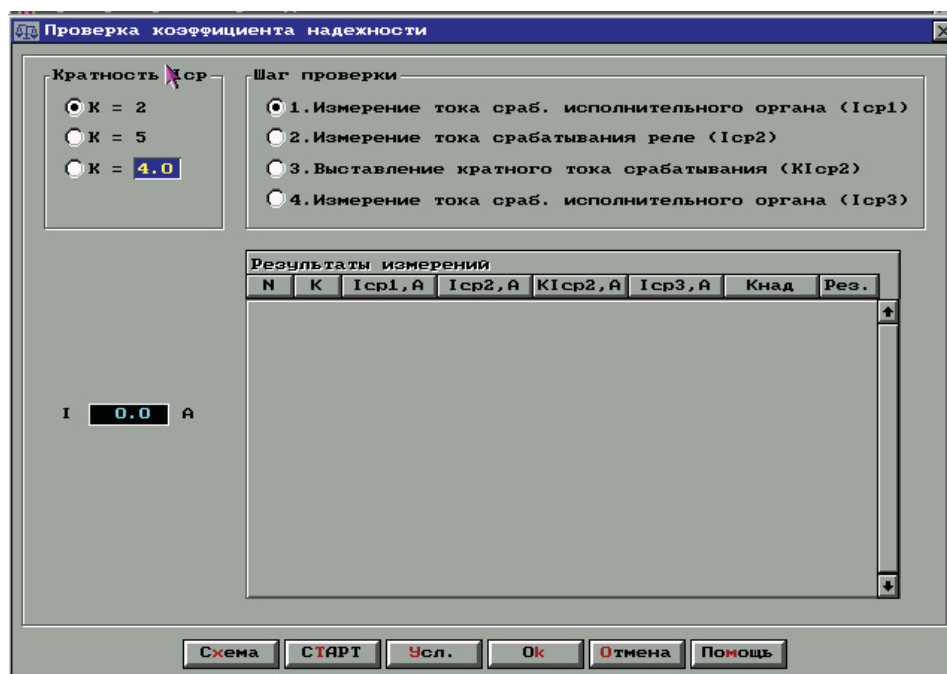

Рис. 12.11. Окно *Проверка коэффициента надежности реле*
**Проверка коэффициента надежности реле.** В панели управления нажмите кнопку *Проверка коэффициента надежности реле*. Программа выведет на экран рабочее окно (рис. 12.11).